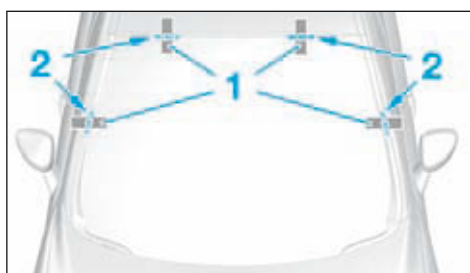

FIG.2
En cas de récupération du pare-brise placer des rubans adhésifs (1) et les couper en (2) (Fig.2).